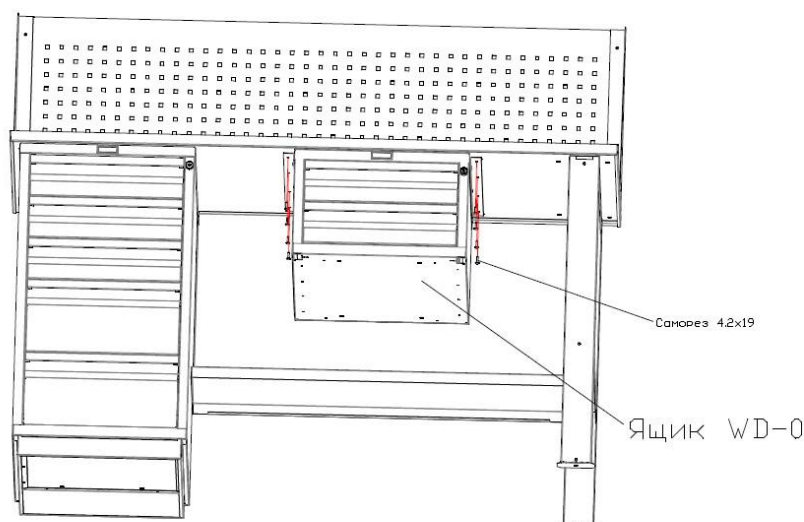

Рисунок 10
3.9 В случае использования подвесного ящика WD-0, его крепят к столешнице. Для этого необходимо установить кронштейны при помощи винтов M5. Затем при помощи саморезов 4.2x19 закрепить ящик к столешнице (рисунок 10).